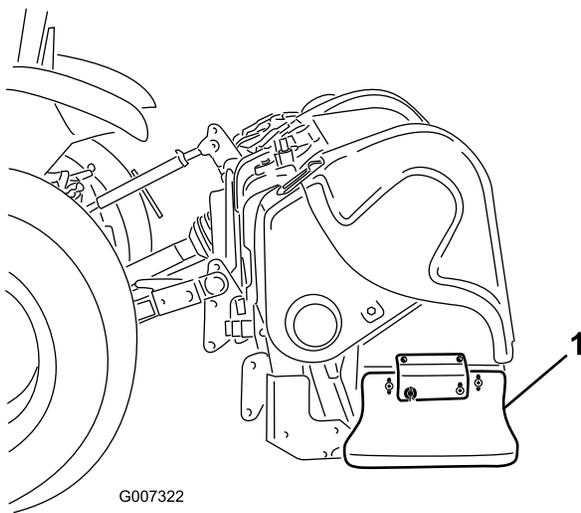

Figure 39
1. Desserrez les boulons et écrous qui fixent le déflecteur latéral au cadre (Figure 39).